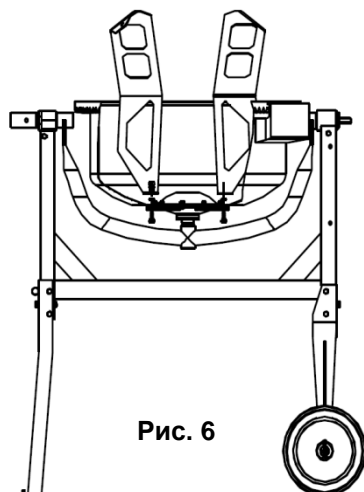

Рис. 6
- Установите лопасти в нижний барабан бетономешалки, закрепив их положение в нижней части болтами M8x20 (См. Рис.6).